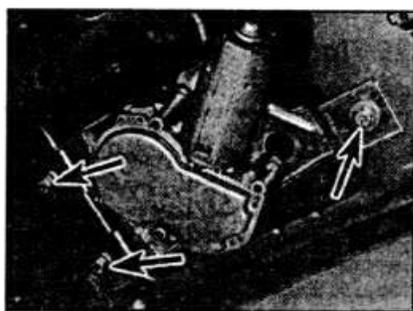

Рис. 12.67. Болты крепления стеклоочистителя задней двери на моделях Hatchback.
- Отвинтите болты и снимите стеклоочиститель с внутренней части задней двери (см. рис. 12.67, 12.68).